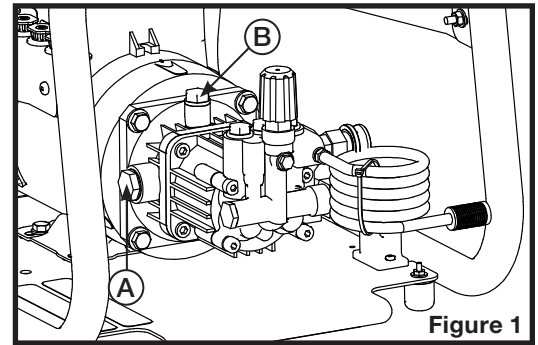

Figure 1
2. Vérifier le niveau d'huile de la pompe. La pompe doit être au niveau. Le niveau d'huile doit être au milieu du voyant transparent (A sur la figure 1).